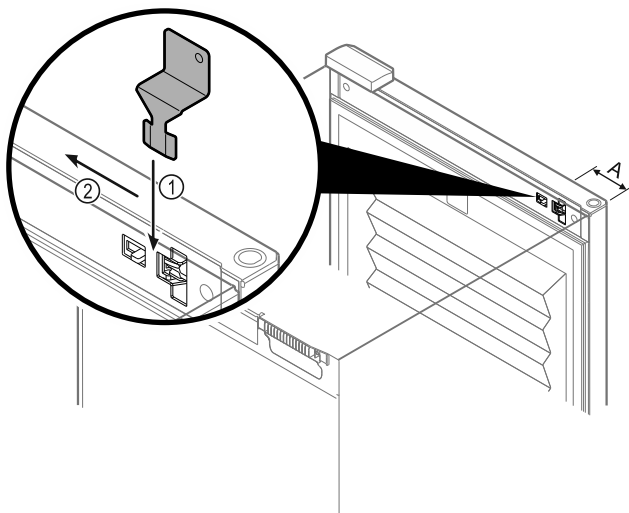

Fig. 218
- ▶ Poziționați cheia de deblocare de urgență în poziția specificată Fig. 218 (A) ≈ 100mm.
- ▶ Introduceți cheia de deblocare de urgență între ușă și corpul aparatului, de sus până la opritor Fig. 218 (1).
- ▶ Trageți cheia de deblocare de urgență în direcția părții cu balamale Fig. 218 (2).